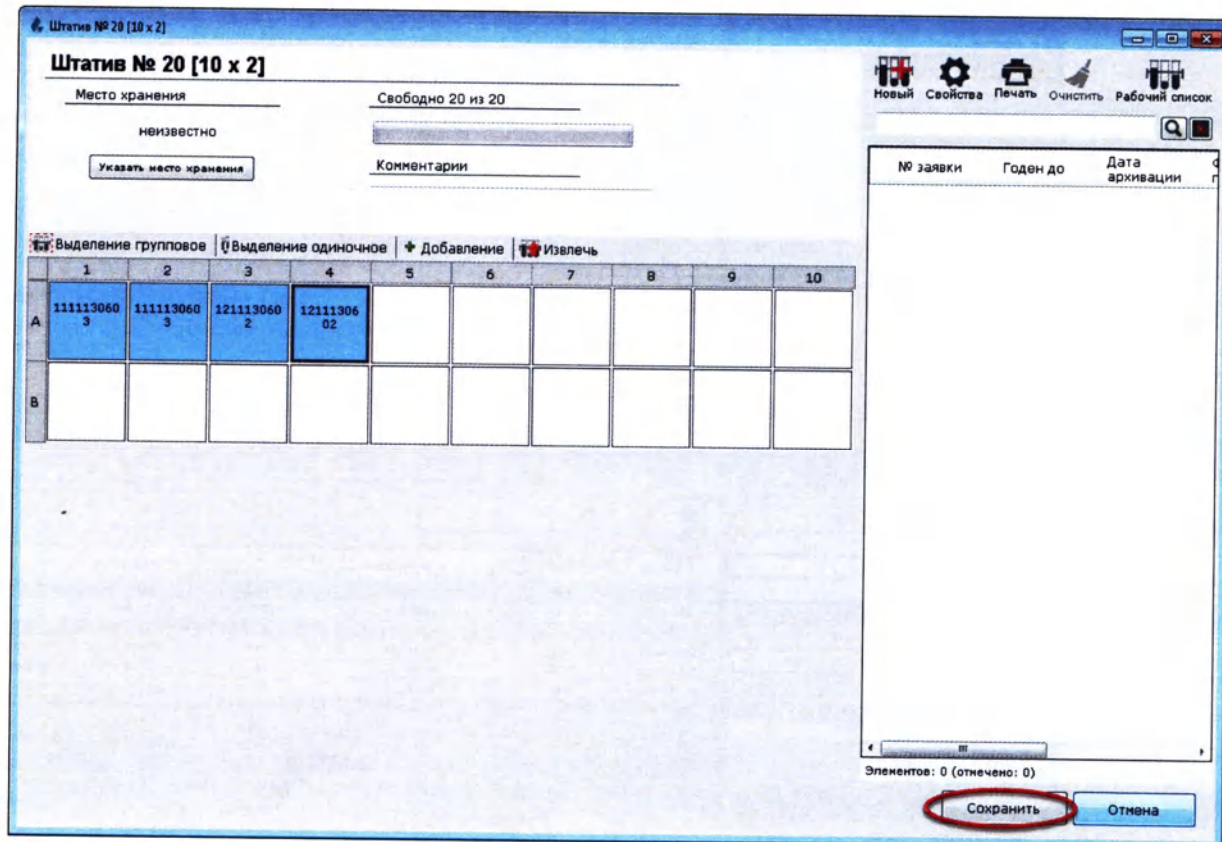

Рисунок 13.19
5. Нажмите кнопку «Сохранить» (Рисунок 13.19):